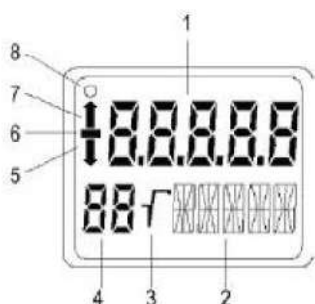

Рисунок 1.4 – ЖК-индикатор
1.5.5 При наличии опции ЖК-индикатор на дисплее отображается измеренное значение и дополнительная информация (см. рисунок 1.4).